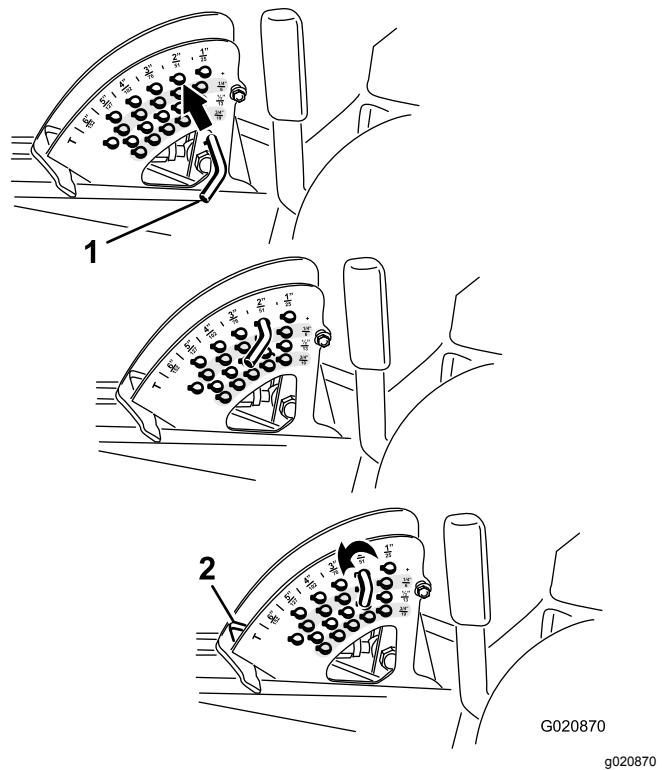

Bild 43
2. Drehen Sie zum Einstellen der Schnitthöhe den Anschlagsstift so lange, bis die Linien am Spannstift mit den Schlitten in den Löchern in der Schnitthöhenhalterung ausgerichtet sind. Nehmen Sie ihn dann ab (Bild 43).
3. Wählen Sie ein Loch in der Schnitthöhenhalterung, das der gewünschten Schnitthöhe entspricht, stecken Sie den Stift ein und drehen Sie ihn nach unten, um ihn zu arretieren (Bild 43).
Hinweis: Es gibt vier Reihen der Lochpositionen (Bild 43). Die oberste Reihe ergibt die Schnitthöhe, die über dem Stift steht. Die zweite Reihe ergibt die Schnitthöhe plus 6 mm. Die dritte Reihe ergibt die Schnitthöhe plus 12 mm. Die unterste Reihe ergibt die Schnitthöhe plus 18 mm. Für die Stellung von 15,8 cm gibt es nur ein Loch, das in der zweiten Reihe ist. Mit diesem Loch werden nicht 6 mm den 15,8 cm hinzugefügt.